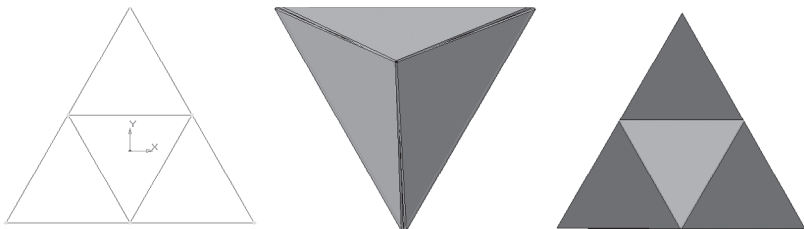

Рис. 395. Тетраэдр
1. Постройте развертку тетраэдра и сложите его (рис. 395).